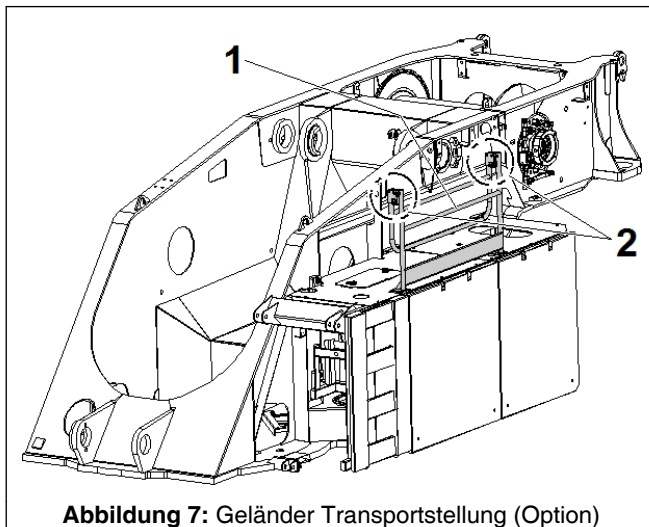
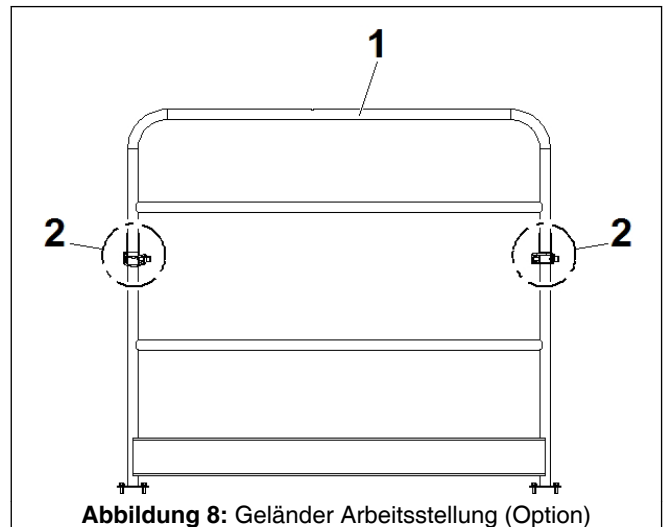

Abbildung 7: Geländer Transportstellung (Option)
Abbildung 8: Geländer Arbeitsstellung (Option)
Beim Aufsteigen in den vom Geländer (1) begrenzten Bereich muss stets unmittelbar nach dem Verlassen der entsprechenden Leiter das Geländer aus der Transportstellung (siehe ↗ Abb. 7, Seite 75) in die Arbeitsstellung (siehe ↗ Abb. 8, Seite 75) hochgeklappt werden. Dazu:
1. Beide Rohrklappstecker (2) entsichern und entfernen.
3. In der Arbeitsposition (siehe  Abb. 7, Seite 75) oberes Teil am starren unteren Teil des Geländers mit den beiden Rohrklappsteckern (2) abstecken und diese sichern.